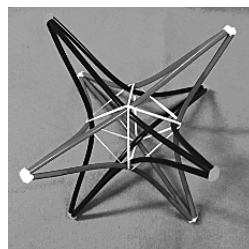

図4
- (4) できあがった星形八面体の側面のへこんだ部分（ストローが重なるところ）にモビロンバンドをかけます。モビロンバンドは大きく広げ（2人でやるとよい）、ストローに触れないようにして、かける位置まできたらモビロンバンドを放します。モビロンバンドは互いに垂直な方向に3方向にかけます。モビロンバンドは3本で正八面体の形となります（図4）。星形八面体はモビロンバンドの張力でストローが内側にしなり、双曲立方体の形となります。
- (5) モビロンバンドをストローの端に結びつけてストラップにして完成です。